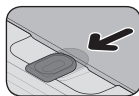

fig. 5.1
2. Deslize a trava até a posição indicada (fig. 5.1);